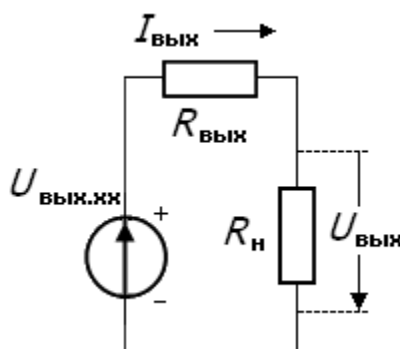

Рис.3. Эквивалентная схема выходной цепи усилителя
2.2. Измерение выходного сопротивления $R_{\text{ВЫХ}}$. Как видно из предыдущего эксперимента, выходное напряжение при подключении нагрузки уменьшается. Это происходит за счет падения напряжения на выходном сопротивлении усилителя. Эквивалентную схему выходной цепи усилителя можно представить в виде (рис.3).